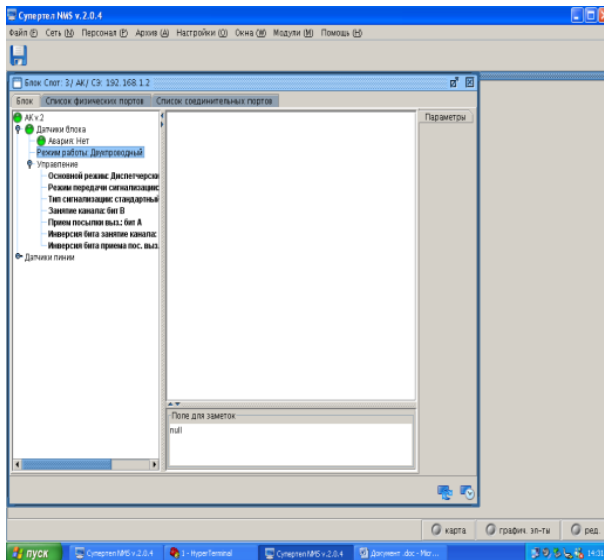

Рис. 24
10. Нажать «Датчики блока» – «Управление», выбрать основной режим – «Диспетчерский», режим передачи сигнализации – «Внутриполостная», тип сигнализации – «Стандартная» (рис. 24). Закрыть данное окно.